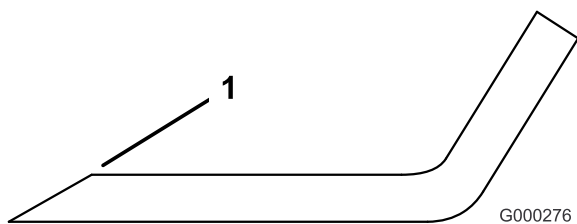

Figura 88
3. Inspeccione los filos de todas las cuchillas. Afilelos si están romos o tienen mellas. Afile únicamente la parte superior del filo y mantenga el ángulo de corte original para asegurar un filo correcto (Figura 88). La cuchilla permanecerá equilibrada si se retira la misma cantidad de metal de ambos bordes de corte.